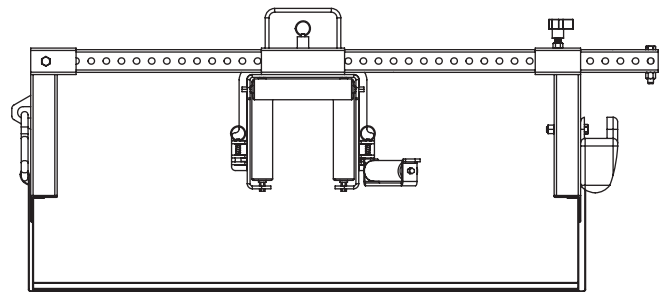

Figura 3
- Para retirar el cable de los enrolladores cuadrados, tire de una de las clavijas de liberación accionadas por resorte y gire el enrollador inferior hasta que se abra, según se muestra en la Figura 3. Asegúrese de soportar el peso del cable al girar el enrollador, el uso erróneo puede doblar el bastidor del enrollador libre.